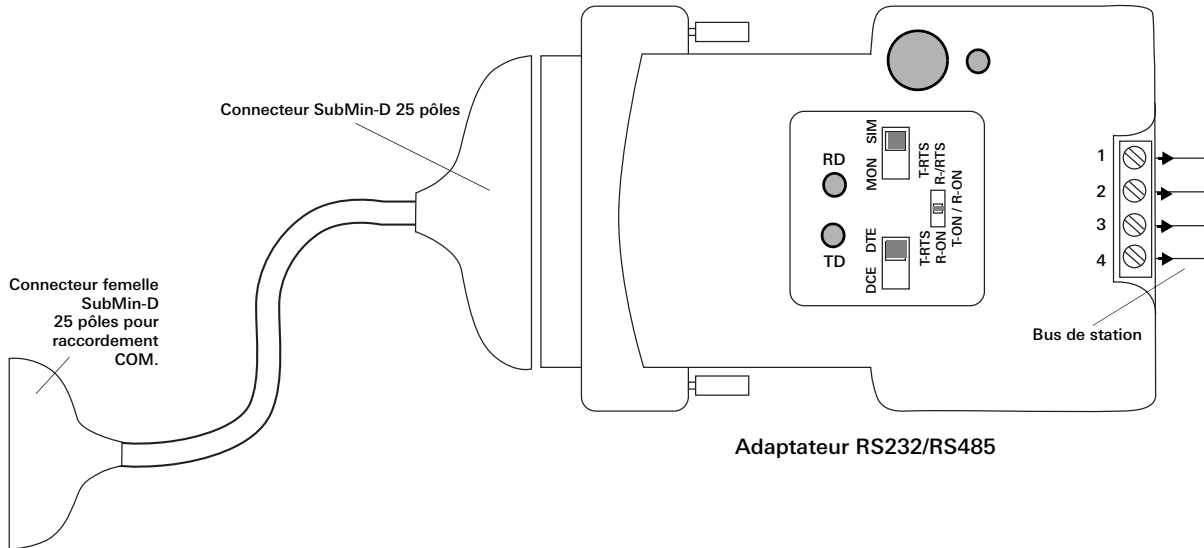
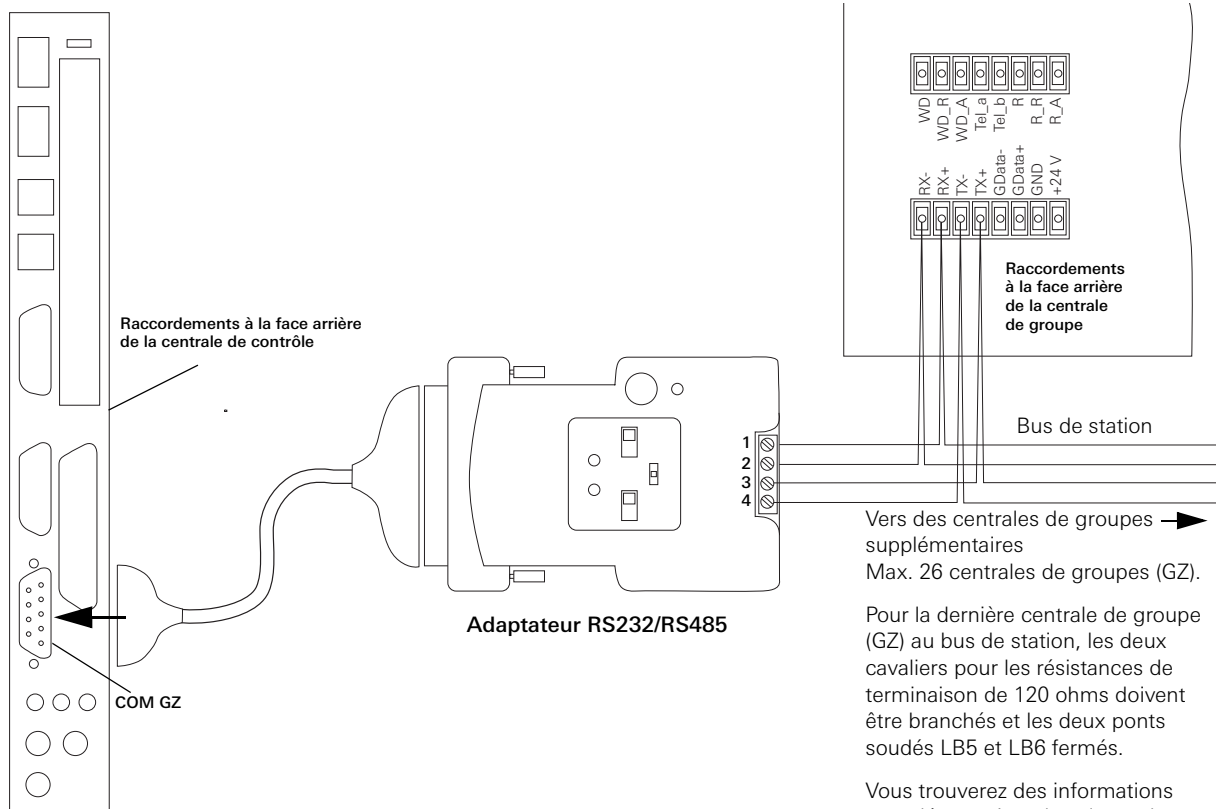

Figure 2.5 Réglages pour l'adaptateur RS232/RS485 de liaison entre la centrale de contrôle et les centrales de groupes
Figure 2.6 Raccordement de la centrale de contrôle et des centrales de groupes au bus de station
2. Relier le bus de station au raccordement COM2 de la centrale de contrôle (figure 2.6) à l'aide de l'adaptateur RS 232 / RS 485 (figure 2.5). La position des commutateurs DIL sur l'adaptateur ne doit pas être modifiée.